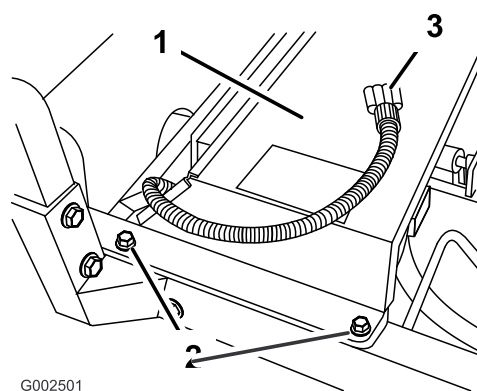

Figura 19
2. Instale el conjunto de la tapa del radiador encima del radiador del vehículo (Figura 19).